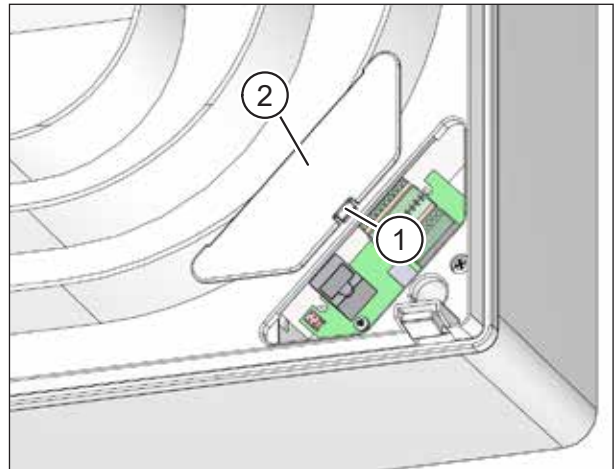

Abb. 20: Netzwerkdeckel abnehmen
- ▶ Drücken Sie den Rasthaken (Pos. 1 in Abb. 20) des Netzwerkdeckels (Pos. 2 in Abb. 20) leicht zur Gerätemitte und heben Sie den Netzwerkdeckel ab.